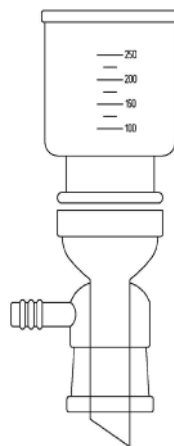

Рис. 60. Насадка с фильтром из пористого стекла и адаптерами
4. **Насадка с фильтром из пористого стекла и адаптерами** (рис. 60). Снабжена отводной трубкой — если необходимо подсоединить вакуумный насос. Внутри вставлен стеклянный фильтр. Размер пор позволяет очищать жидкие среды даже без вакуума. Насадка оснащена керном со шлифом для установки в коническую колбу, и переходником для соединения с загрузочной воронкой. Используется как запасная часть к аппарату для фильтрации.